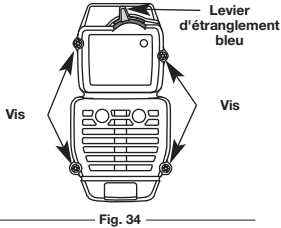

Fig. 34
1. Retirez les quatre vis retenant le couvercle (Fig. 34). Servez-vous d'un tournevis à lame plate ou à mèche T20 Torx.
2. Retirez le couvercle du moteur en poussant vers le haut et en tirant vers l'arrière sans forcer (Fig. 34).
2. Insérez les quatre vis dans les trous du couvercle (Fig. 34) et vissez. Évitez de trop serrer.